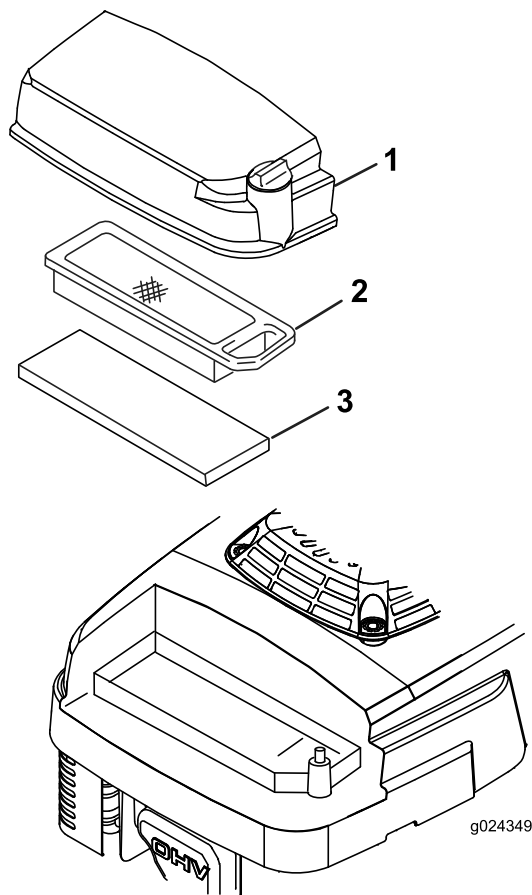

Рисунок 20
3. Ослабьте винт на крышке воздушного фильтра (Рисунок 20).
5. Снимите и осмотрите бумажный воздушный фильтр (Рисунок 20) и замените его, если он сильно загрязнен.
6. Снимите фильтр предварительной очистки из пеноматериала (Рисунок 20) и промойте его в воде с мягким моющим средством, затем осушите промоканием.